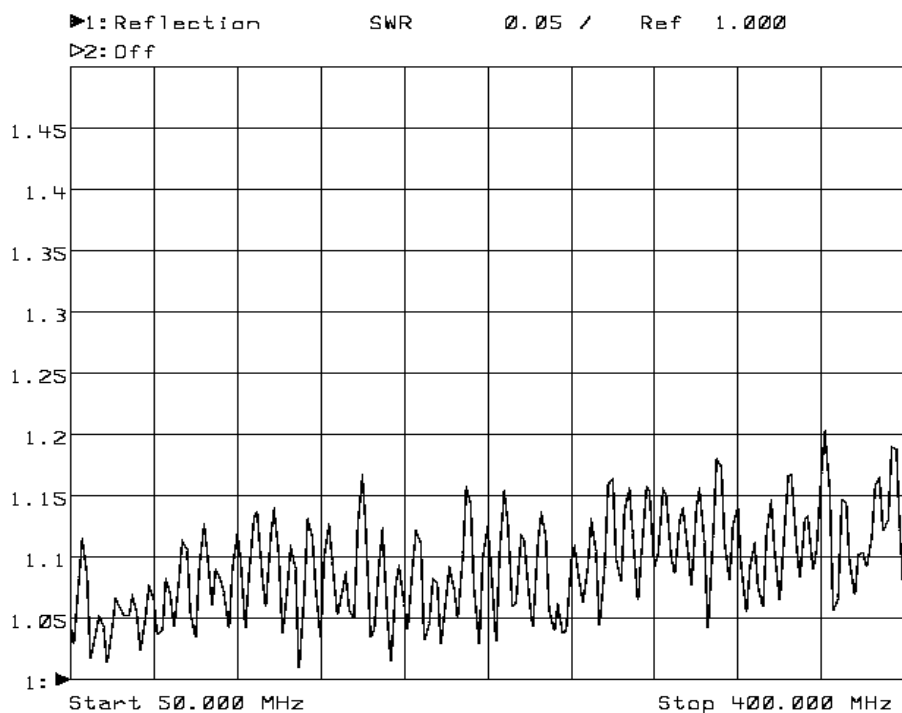

Figura 2-8. Medida de SWR para 50 Ω .
7. Presione **[FORMAT] Swr**. Ahora centre la grafica, presione **[SCALE]** y mueva la perilla hasta obtener la grafica con SWR entre 1 y 1,2. Como muestra la Figura 2-8.